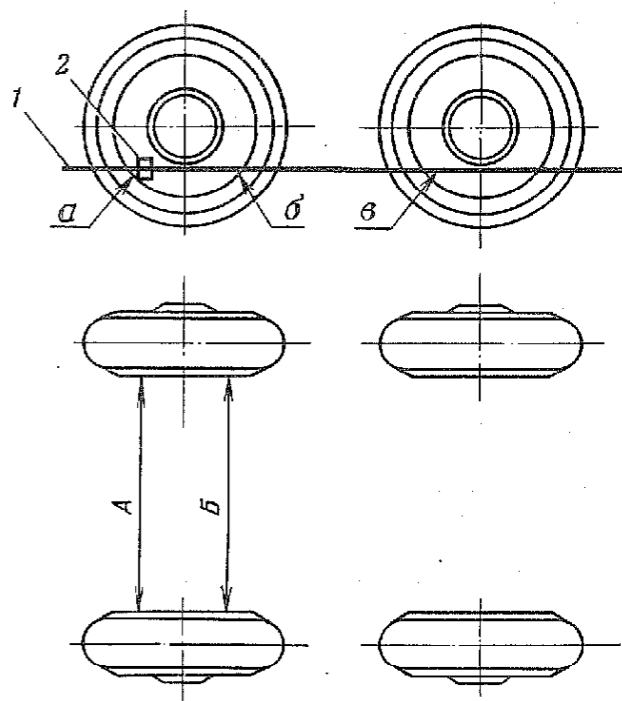

Рис. 79. Проверка схождения передних колес:
3.2.1. Натянуть шнур 1 (рис. 79) с касанием о боковые выпуклости шин в точках *a*, *б*, *в* и с касанием снизу о диски колес, подложив в точке *a* пластину толщиной 1 мм (толщина пластины выбрана из расчета компенсации разницы в размерах колеи передних и задних колес, а также с учетом угла развала и установки угла схождения передних колес).